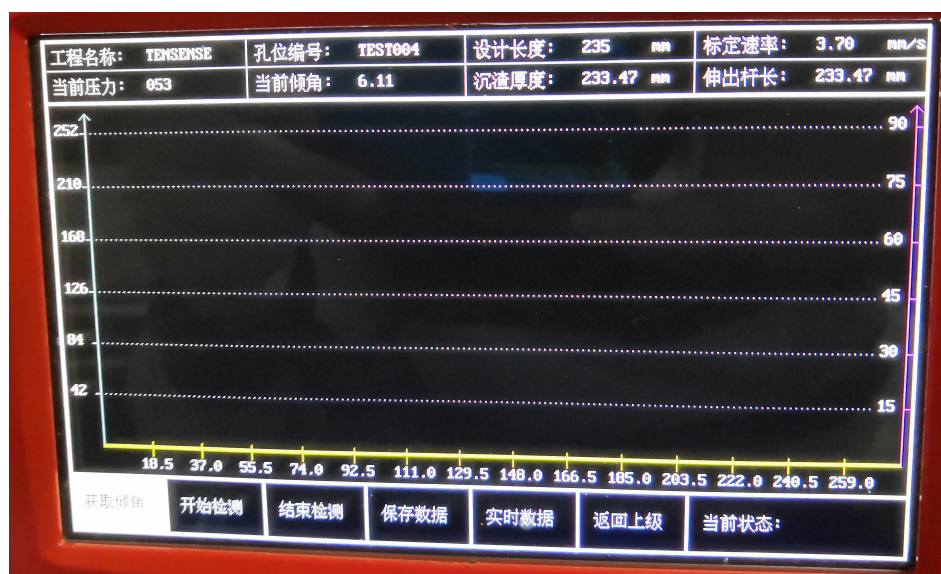
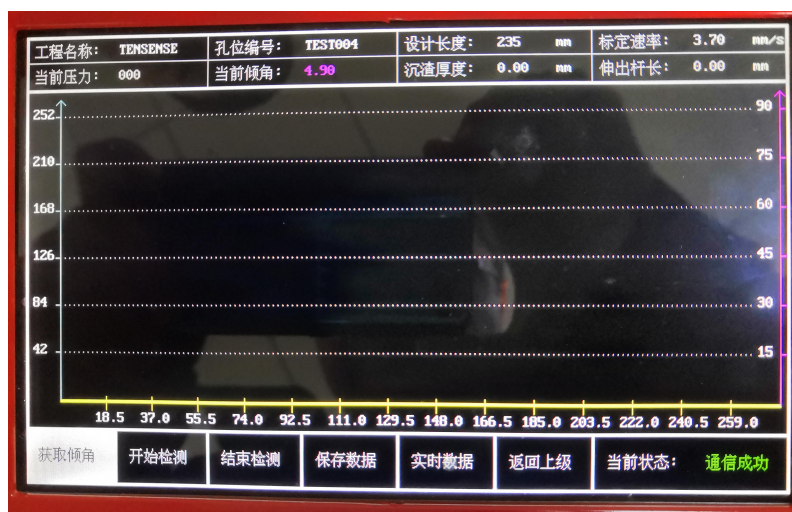
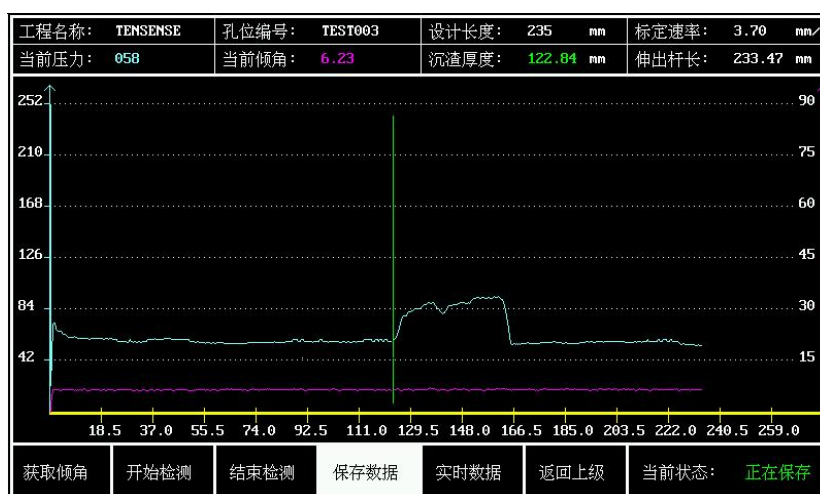

图2-3 检测界面
图2-4检查通信
图2-5测量渣厚
在图2-2主机主界面上选择“开始检测”，即进入检测界面（图2-3）。
(1) 在上图2-3检测界面上选中“获取倾角”，检查通信是否正常，如图2-4所示（右下角显示）。
2) 通过上图2-4所示“当前倾角”，角度 10° 内为正常（探头内罗盘固定角度偏移度），确保探头在孔底位置保持竖直。如探头到达孔底，角度大于 10° ，则将电缆向上提升一小段，再次获取倾角。
如图2-4检测主界面上选择“测量渣厚”，如图2-5，显示曲线图，等待探针全部伸出，选择“结束检测”。